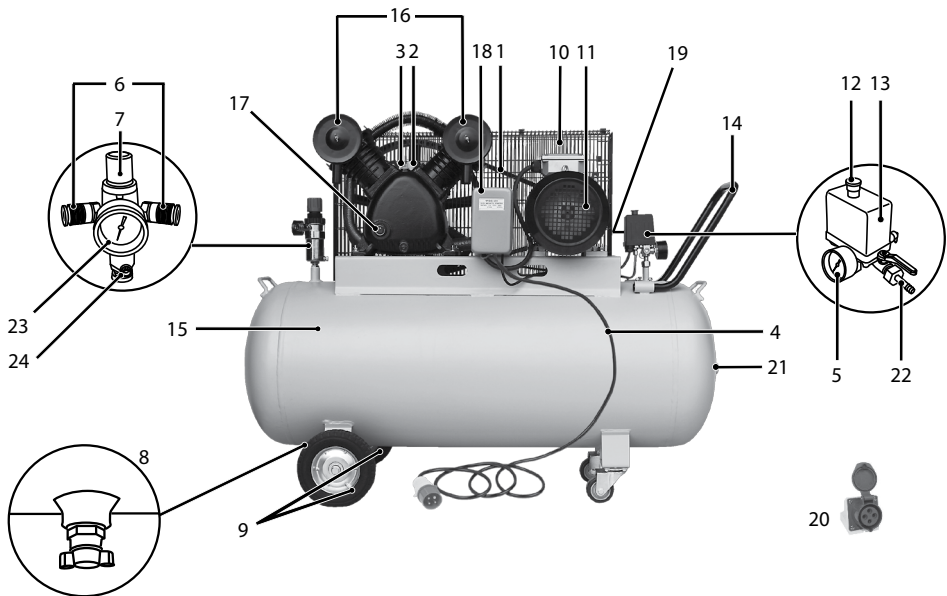
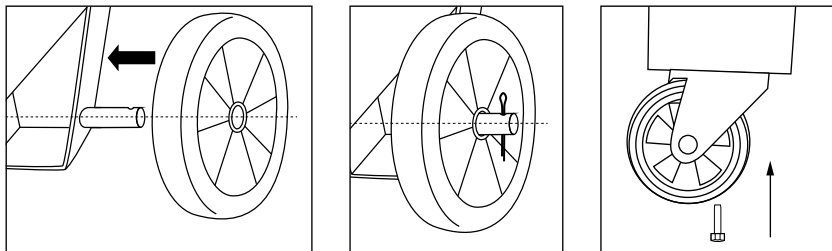
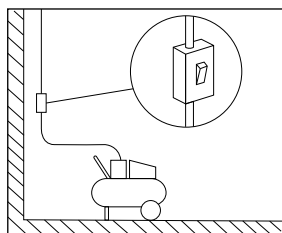
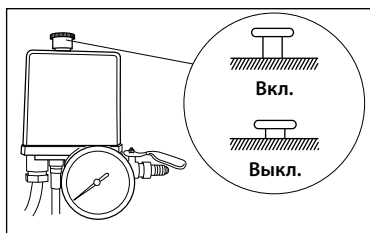

рис. 1
рис. 3
рис. 6
рис. 6.1
- Манометром 5 (рис. 1) для контроля давления сжатого воздуха.
- Реле давления 13 (рис. 1) для регулирования производительности периодическим запуском/остановкой компрессора.
Установите транспортировочные колеса 9 (рис. 1), как показано на рис. 3.
Установите в разрыв цепи питания дополнительное автоматическое защитное устройство (рис. 6). Убедитесь, что выключатель компрессора 12 (рис. 1) находится в положении «Выключено» (рис. 6.1). Установите регулятор давления 7 (рис. 1) в положение «min».
Подключите к выходному быстроразъемному коннектору 6 (рис. 1) компрессора пневматический инструмент. Подключите вилку компрессора к электросети.
При первом запуске компрессор должен проработать без нагрузки около 10 минут с полностью открытым регулятором давления 7 (рис. 1) выходного воздуха и клапаном слива конденсата из ресивера.
По истечении времени обкатки закройте клапан слива конденсата 8 (рис. 1) и проверьте, чтобы компрессор нагнетал воздух в ресивер 15 (рис. 1) и останавливался автоматически при помощи реле 13 (рис. 1) при достижении максимального значения давления.
Перед запуском следует убедиться, что переключатель реле давления 12 (рис. 1) находится в положении «Выключено», а вилка вставлена в сетевую розетку.
Поворачивая регулятор давления 7 (рис. 1) по часовой стрелке, установите давление, рекомендуемое производителем подключаемого пневмоинструмента, требуемый уровень давления отразится на манометре 23 (рис. 1).